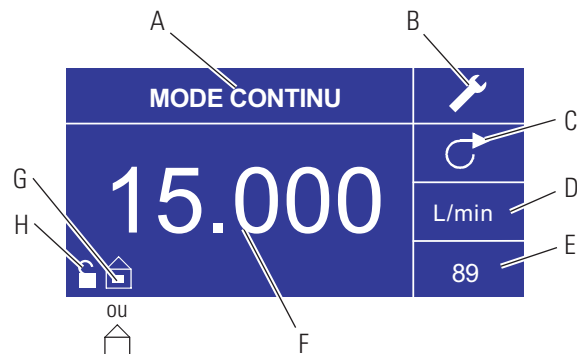

Figure 3-2. Écran Mode continu
- F. **Débit actuel :** Les chiffres du milieu indiquent le débit de l'entraînement dans l'unité de mesure sélectionnée et figurant à droite (voir position D, Figure 3-2).